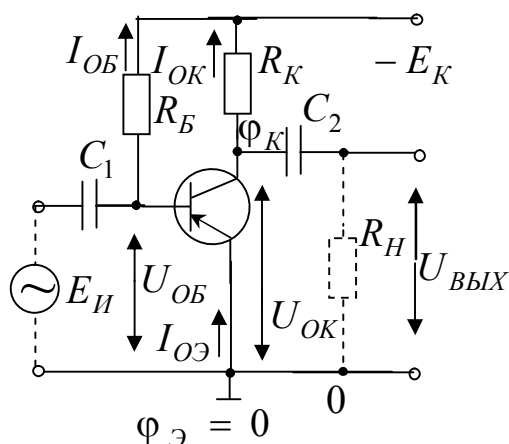

Рисунок 10 – Подача смещения фиксированным током
**Подача смещения фиксированным током.** В этой схеме (рисунок 10) база соединена с минусом источника  $E_K$  через резистор  $R_B$ . В режиме покоя напряжение смещения на базе